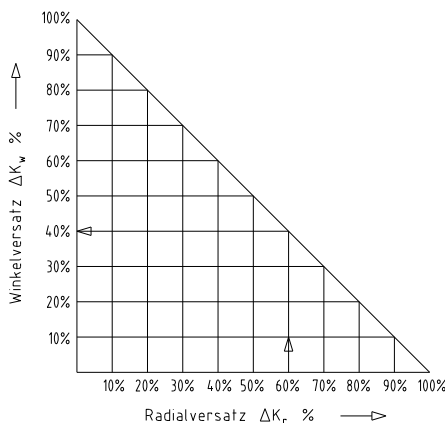

Bild 20: Verlagerungskombinationen
- Die in Tabelle 6 und 7 angegebenen Verlagerungswerte sind Maximalwerte, die nicht gleichzeitig auftreten dürfen. Bei gleichzeitigem Auftreten von Radial- und Winkelversatz dürfen die zulässigen Verlagerungswerte nur anteilig genutzt werden (siehe Bild 20).